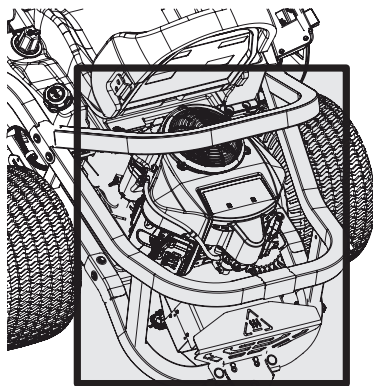

Fig. 25
- Nettoyez autour des fusibles, les deux côtés des ailettes de refroidissement des transmissions, le collecteur d'échappement, le câblage électrique et les faisceaux, le tuyau du silencieux, le pare-chaleur du silencieux, les grilles d'entrée d'air du moteur et les ailettes de refroidissement, entre autres (Fig. 25).